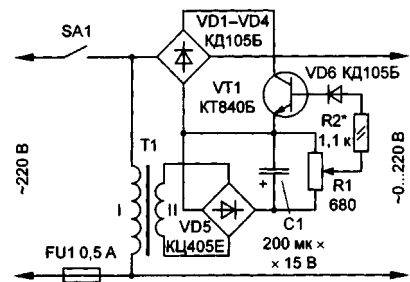

рис.5
**А.Чекаров** ("Радио", 11/99) разработал **беспомеховый регулятор напряжения**. Обычные фазоимпульсные регуляторы напряжения на тиристорах создают заметный уровень радиопомех. В схеме **рис.5** не искажается форма выходного сигнала. Регулирующий элемент – мощный транзистор VT1 в диагонали диодного моста VD1 – VD4, включенного последовательно с нагрузкой. Когда транзистор закрыт, ток через выпрямитель и нагрузку не проходит. Если на базу транзистора подать напряжение управления, он открывается, через его переход коллектор – эмиттер, диодный мост и нагрузку начинает проходить ток. Напряжение на нагрузке увеличивается. Когда транзистор открыт и находится в режиме насыщения, к нагрузке приложено практически все сетевое напряжение. Управляющий сигнал формирует малоомощный блок питания, собранный на трансформаторе Т1, выпрямителе VD5 и сглаживающем конденсаторе С1. Переменным резистором R1 регулируют ток базы транзистора, а следовательно, и амплитуду выходного напряжения. Диод VD6 защищает узел управления при пробое коллекторного перехода транзистора.